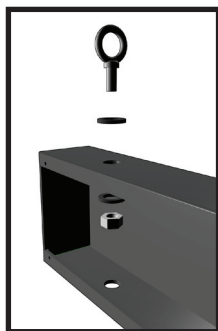

Figure 2
2. Repérez les trous de montage. Fixer les boulons à oeil à l'aide des écrous autobloquants et des rondelles tel qu'indiqué à la Figure 2.